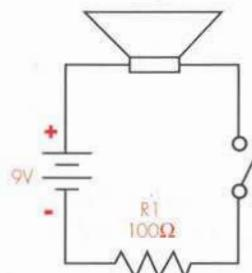

Figura 1. Diagrama esquemático
- Construya en el protoboard el circuito que aparece en el diagrama esquemático de la figura 1 y utilice como guía el diagrama pictórico.